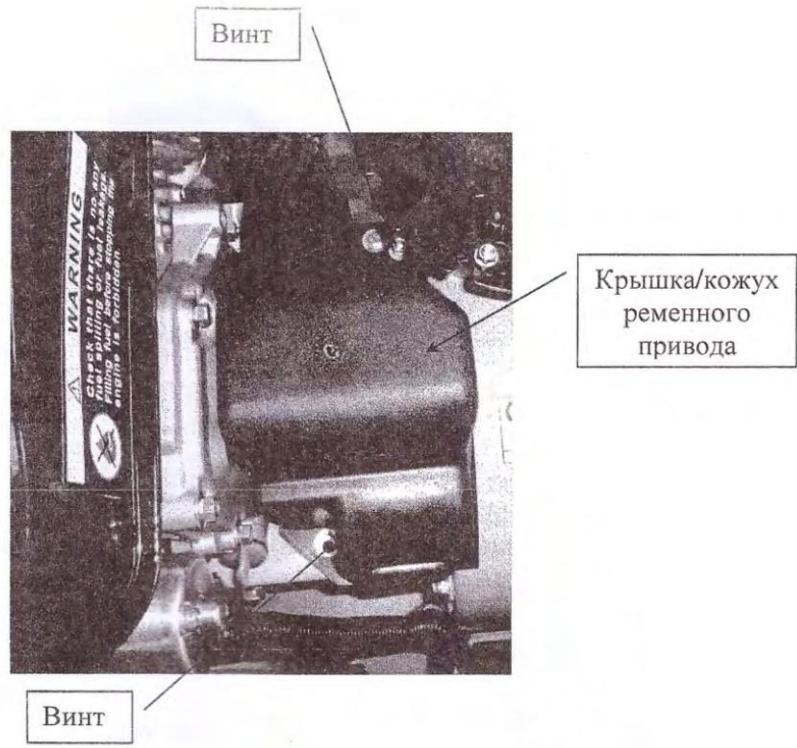

Рисунок 11
2. Снимите пластиковую крышку/кожух ременного привода спереди двигателя, вывернув винты. Смотри рисунок 11.